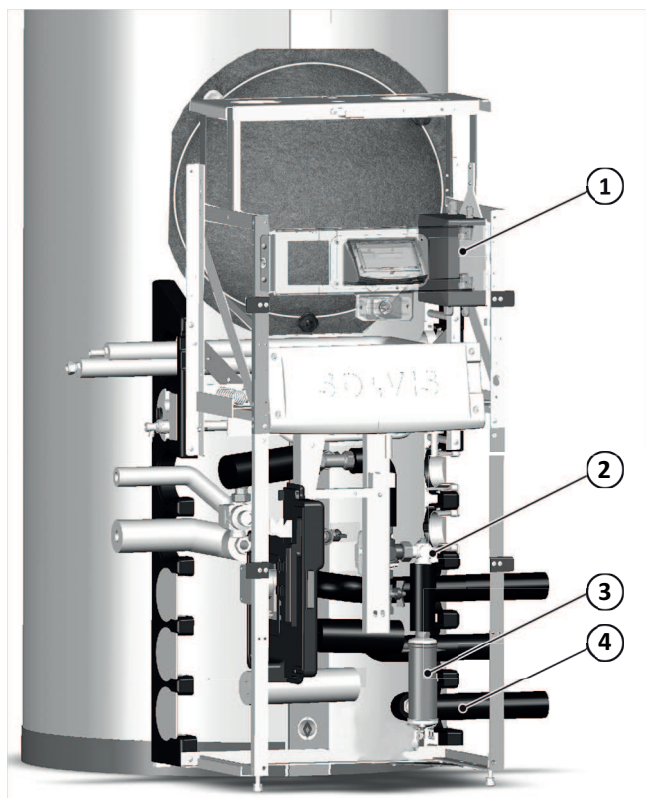

Abb. 8: Lage der Komponenten im Lademodul
→ Abb. 8 zeigt die Lage von Anschlussbox (1) und Heizpatrone (3) im Lademodul. Die Anschlussrohre für Wärmepumpe- und Heizung-Vorlauf können sowohl nach rechts als auch nach links durch die seitliche Rohrdurchführung verlegt werden.
1. die Anschlussbox oben ans Lademodul schrauben, siehe → Abb. 8 (1).